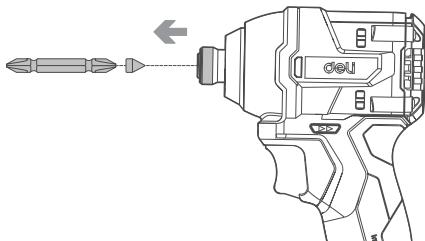

Figura B2
2. Quando instala o bit, puxe a manga na direção da seta e insira o componente do bit e o bit até ao fundo, na parte mais interna da manga. Liberte então a manga para fixar o bit. (Veja a Figura B2.)